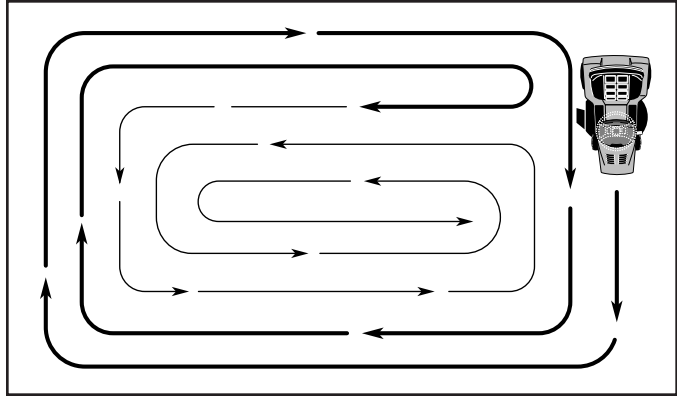

Fig. 13
- Pour tondre une grande surface, on vous conseille de commencer par tourner à droite, de façon à ce que l'herbe ne soit pas déversée sur les arbrustes, les clôtures, les allées, etc. Après un ou deux tours, tondez en sens inverse en tournant à gauche jusqu'à ce que le travail soit achevé (Voir la Fig. 13).